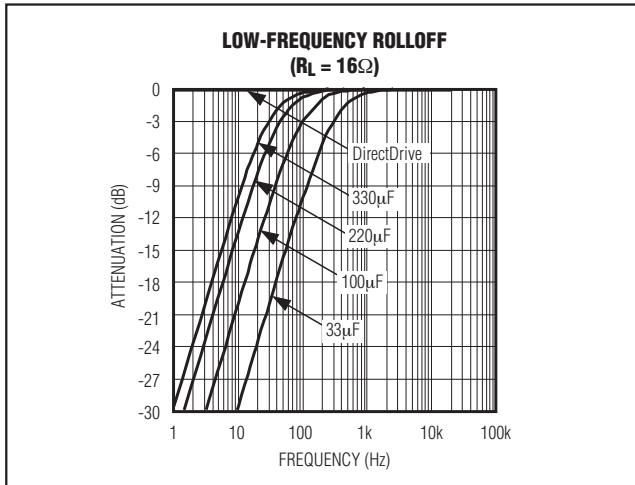

图2. 常用隔直电容的低频衰减
- 传统单电源单端耳机放大器需要使用高通滤波器来将音频信号中的直流成分与耳机隔离。根据所选的-3dB点，该滤波器会衰减音频带内的低频信号。虽然较大容量的 C_{OUT} 电容可以减少这种衰减，但是体积更大，价格昂贵。图2给出了 C_{OUT} 容量与低频衰减的对应关系。注意Vista的幅值响应规范要求耳机插孔的-3dB点为20Hz。对于32Ω的耳机，-3dB点为20Hz时需要330μF的隔直电容(表2)。